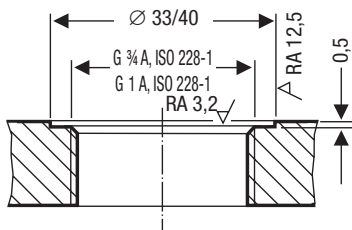

Fig. 12
- De afdichtende oppervlakken van het flensdeksel moeten conform Fig. 12 technisch optimaal zijn bewerkt!
7. Afdichtingoppervlakken controleren. **Fig. 12**